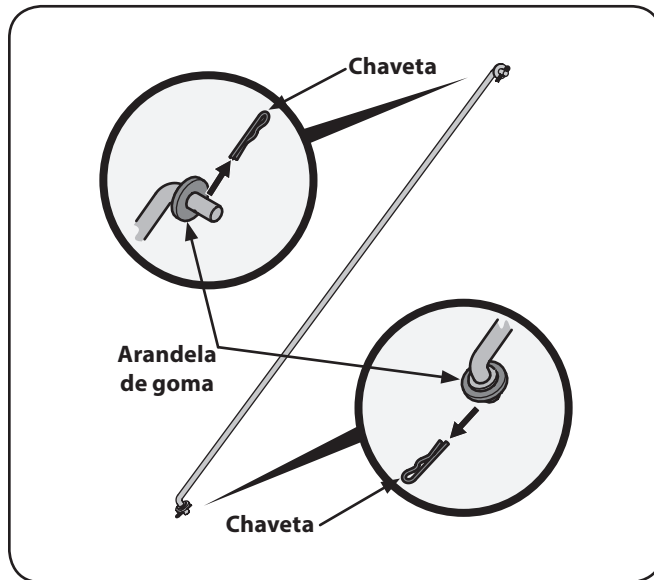

Figura 3-6
3. Quite las chavetas de la barra de control, deje las arandelas de goma en la barra de control. Vea Figura 3-6.